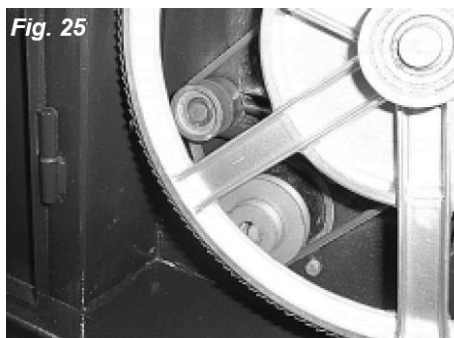

Рис.25
- Для высокой скорости ремень нужно установить на дальний шкив оси двигателя и шкив промежуточной оси, как показано на Рис. 25.